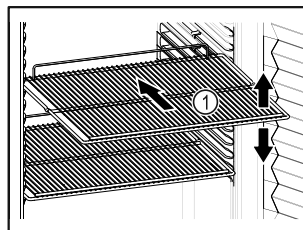

Fig. 57 Primjer izgleda
- Ako su rešetke za polaganje Fig. 57 (1) pomične, prilagodite ih po visini.